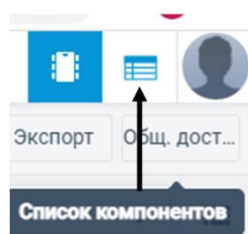

Рисунок 2.
9. *Сохраните изображение схемы (в рабочем состоянии) и результатов моделирования в рабочую папку Олимпиады: скриншот схемы цепи с измерительными приборами в файле **shema.doc** и скриншот со списком компонентов в файле **komponent.doc** или файл **komponent.xls** (используя опцию «Список компонентов» (рис. 2)).*